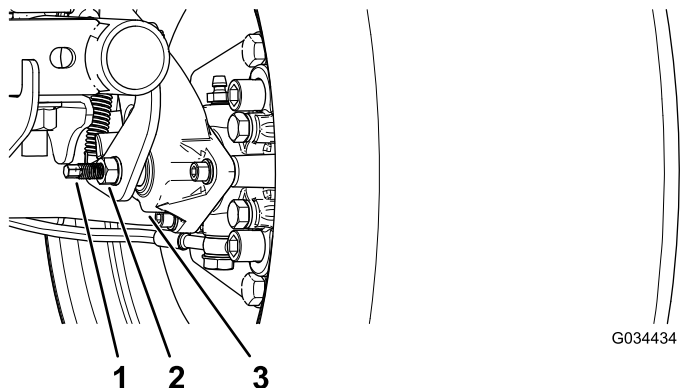

図 51
3. レンチを2本使用し、1本のレンチでキャリパの調整ポストが回らないように保持しながら、もう1本でジャムナットを  $1/4$  回転ゆるめる 図 51。
4. 調整ポストとジャムナットを保持した状態で、調整ポストを回して締め付ける 図 51。
5. 調整ポストとジャムナットを保持した状態で、 $1/4$  回転だけでもどす 図 51。
6. 調整ポストとジャムナットを保持した状態で、ジャムナットを締め付ける 図 51。